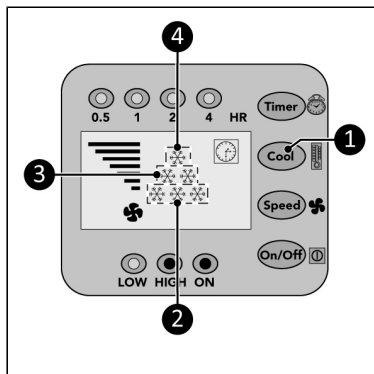

Figure 142.
1. Trykk gjentatte ganger på kjøleknappen (Figure 142, pos. 1) for å stille inn ønsket omgivelsestemperatur:
- 28 °C, displayet viser én kjøleindikator (Figure 142, pos. 4).
- 25 °C, displayet viser to kjøleindikatorer (Figure 142, pos. 3).
- 22 °C, displayet viser tre kjøleindikatorer (Figure 142, pos. 2).
- <22 °C, displayet viser seks kjøleindikatorer (Figure 142, pos. 2, 3 and 4).